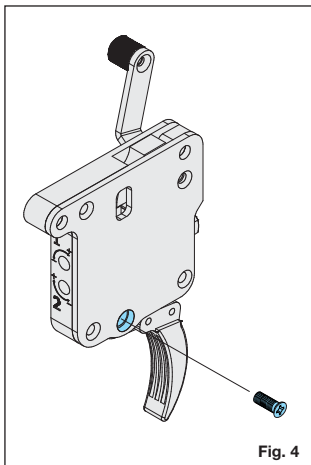

Fig. 4
5. Per eliminare la precorsa, inserire la vite in dotazione nel foro inferiore posto sul coperchio dello scatto con l'ausilio di un cacciavite Torx T6 fissandola con frena filetti debole (Fig. 4);